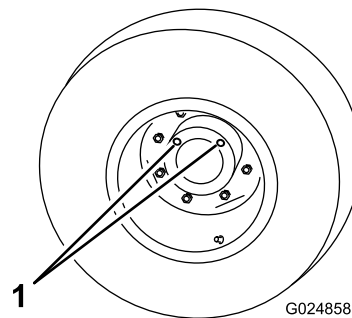

Figura 64
5. Gire la rueda hasta que los orificios abiertos del planetario estén en la posición de las once y la una (Figura 64).